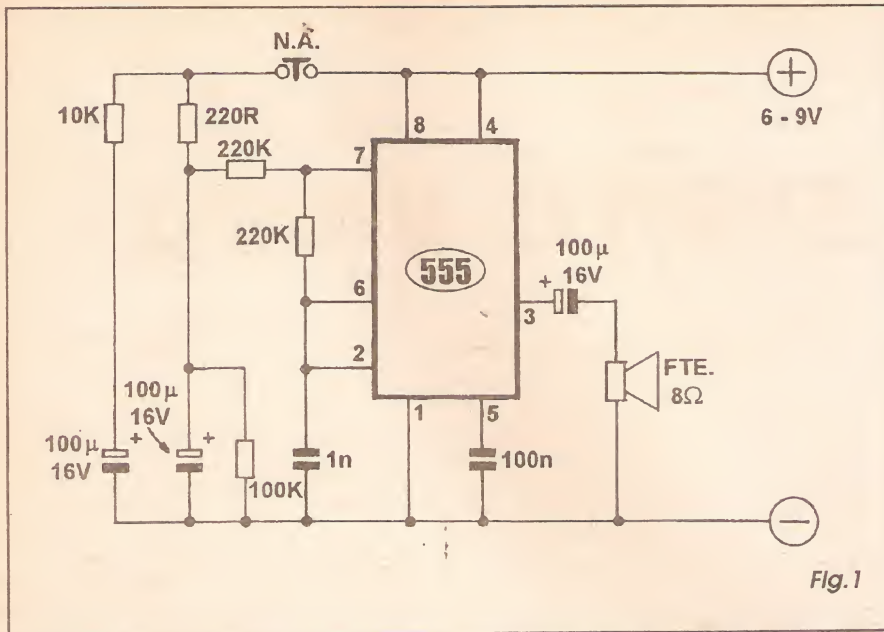

Fig.1
- FIG. 1 - DIAGRAMA ESQUEMÁTICO DO CIRCUITO - No núcleo do circuito, um integrado 555 (cuja versatilidade é simplesmente *assustadora*, ainda que bem conhecida dos verdadeiros hobbystas...) arranjado em *ASTÁVEL* (oscilador), destinado a funcionar em conjunto de frequências dentro da faixa de áudio, que são entregues para reprodução direta por um pequeno alto-falante de 8 ohms, sob a interveniência única de um capacitor eletrolítico de 100u (evita que ocorra um fluxo de C.C. entre o pino de saída - 3